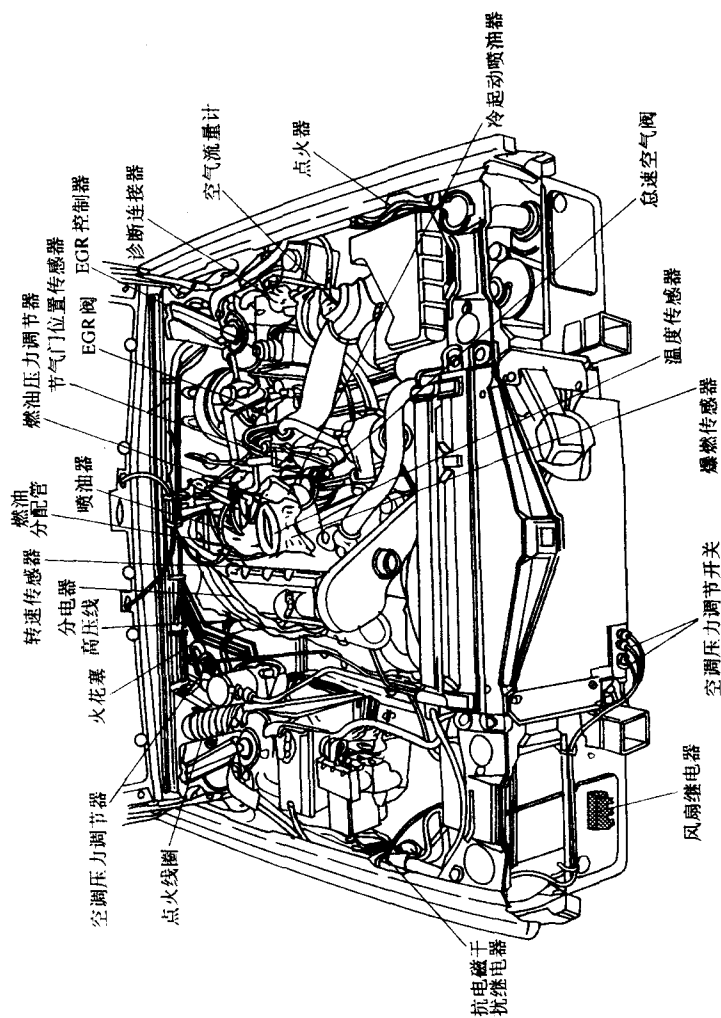
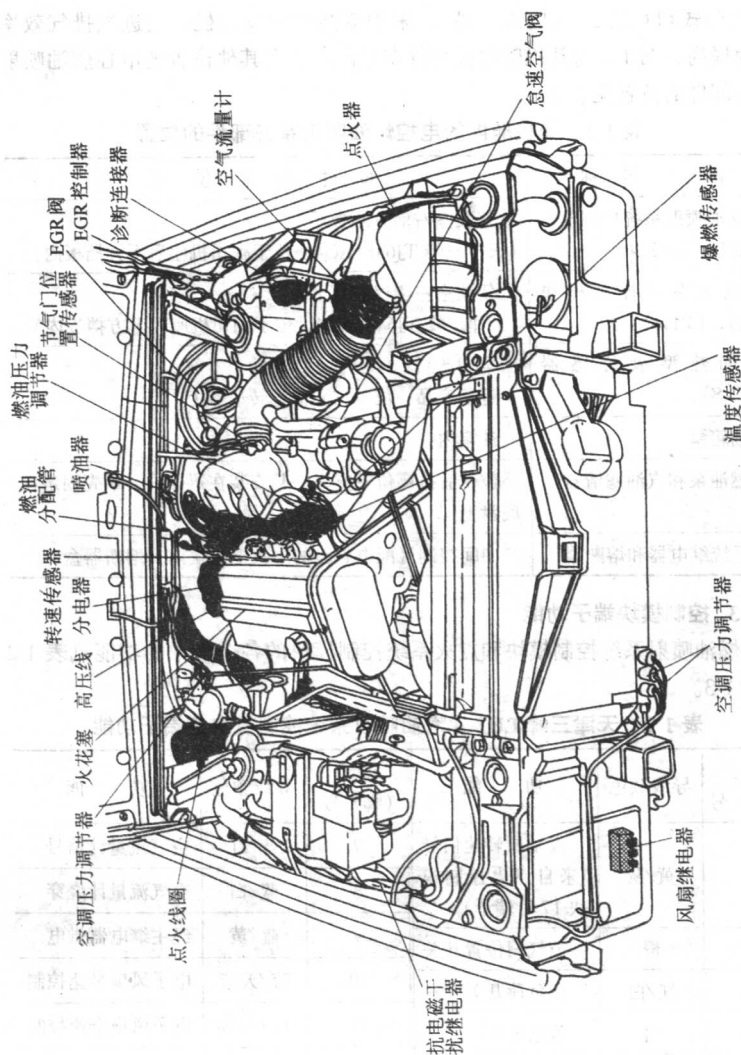

图 1-2 每缸两气门发动机机电电控部件布置图
图 1-3 每缸四气门发动机机舱电控部件布置图
两气门发动机(单凸轮轴发动机)多采用一个冷起动喷油器,图 1-2 为其机舱电控部件布置图;②每缸四气门发动机,即 B2□4 系列发动机(有 4 缸 16 气门式和 6 缸 24 气门式两种),采用双凸轮轴发动机,其进气排气效率大为提高,图 1-3 为其机舱电控部件布置图。装在其他位置的电控燃油喷射系统部件的位置见表 1-1。